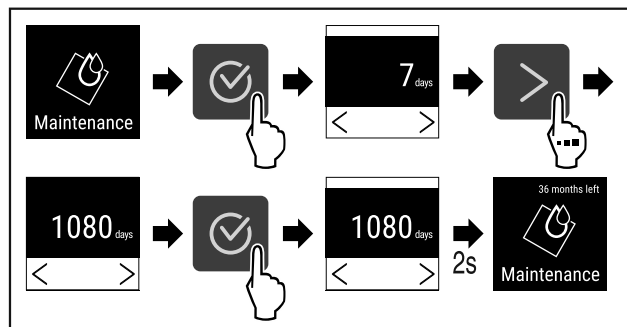

Fig. 78
- ▶ Proved'te akční kroky (viz Fig. 78).